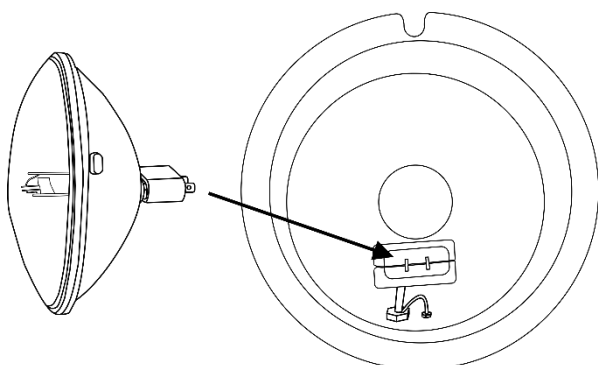

Fig. 05
- 05) Estrarre il portalampada e inserire la lampada (fig. 05).